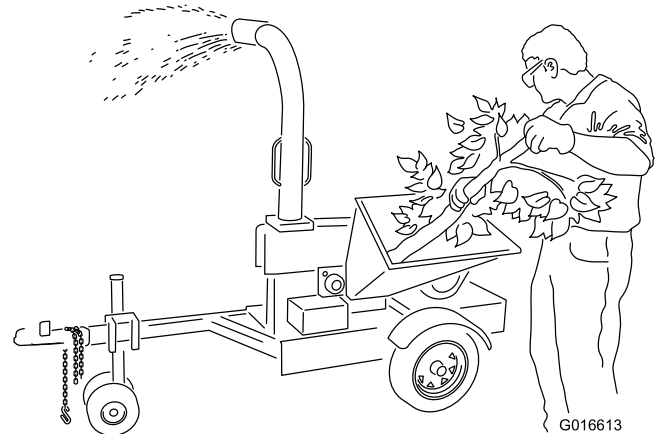

Figura 15
- Si se sobrecarga la tolva, se reducirá la velocidad del rotor. Si oye una disminución en las revoluciones del motor, deje de introducir material en la tolva hasta que el motor recupere la velocidad máxima (Figura 15).